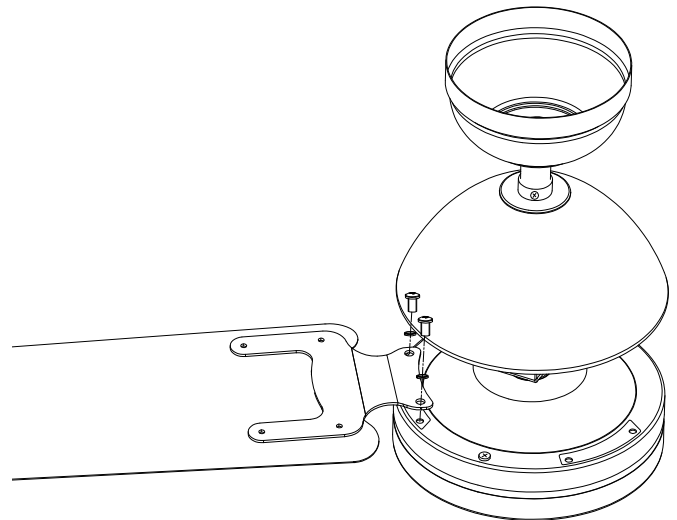

Fig. 9
Étape 5. Serrez toutes les vis. (Fig. 9)